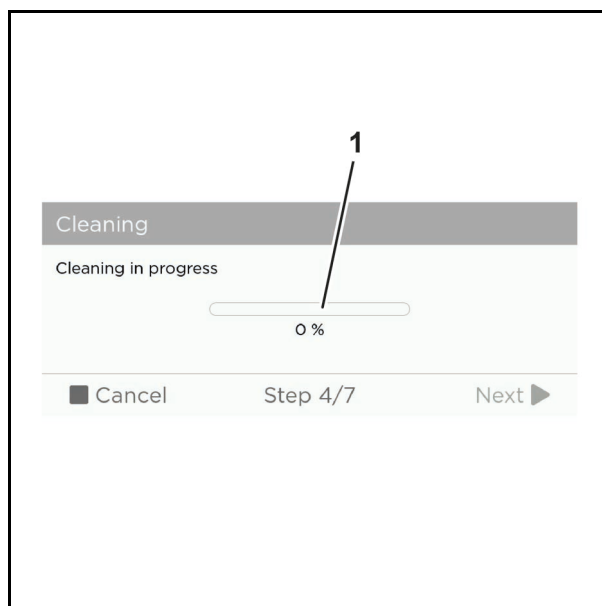

Abb. 71 Przykładowa grafika
6. Czyszczenie jest wykonywane automatycznie i nie wymaga obsługi. Postęp można śledzić na wskaźniku statusu (Abb. 71/1) na ekranie dotykowym.